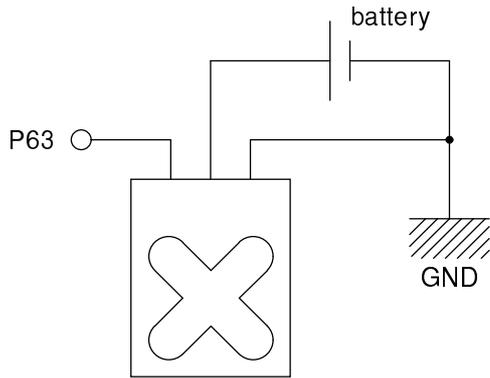
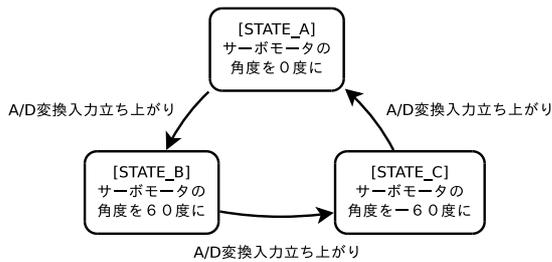
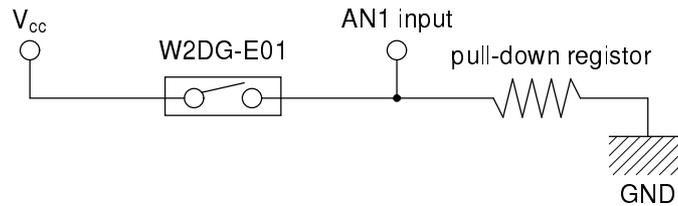

Fig. 1: R/C サーボの接続例
Fig. 5: サンプルプログラムの状態遷移図
Fig.8: 磁気センサ接続例
この R/C サーボは駆動電圧が 4.8[V] 以上であり、本マイコンの電源電圧では足りず、外部電源を用いないと駆動させることができない。R/C サーボ S3003 の接続例を Fig. 1 に示す。
複雑なプログラムを作成するひとつの方法として、プログラムに「状態」を導入するという手法がある。これは、プログラムに状態を与え、内部あるいは外部のイベントによって状態が遷移していくことによりプログラムの挙動を表現しようというものである。その状態の遷移とイベントとの関係を表したものが状態遷移図であり ( Fig. 5 参照), 状態遷移の様子を容易に把握することができる。
**課題 1** : SS2tutorial3Aservo は A/D 変換の入力端子に接続させた磁気センサが反応したら (入力電圧がしきい値を超えたら) 状態が遷移し、サーボの角度を変化させるプログラムであるが、まだ未完成である。Fig. 5 の状態遷移図のように振舞うプログラムになるよう、SS2tutorial3Aservo/SS2tutorial3Aservo.c を修正せよ。修正が完了したら TA のチェックを受け、実際に R/C サーボと磁気センサを Fig. 1, Fig. 8 (図やテクニカルマニュアルでは AN1 と記載されているが、マイコンボードには AN2 と記載されていることに注意) のように接続して動作を確認せよ。磁気センサの繋ぎ方については Tutorial2A の資料を参照してもらいたい。